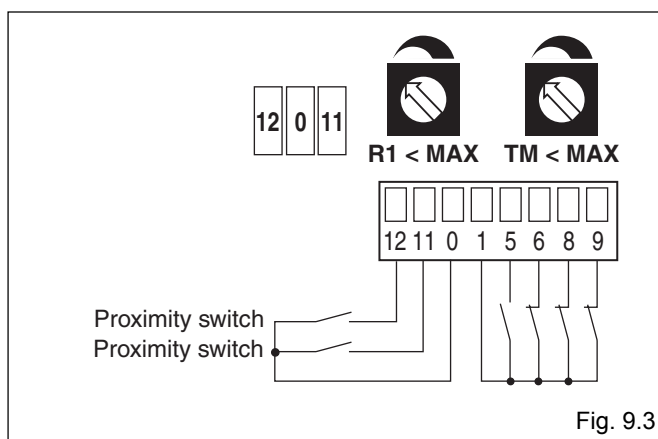

Fig. 9.3
- (Fig. 9.3) **Het paneel stopt op de mechanische aanslagen en keert om op de obstakels.** De manoeuvre tijd 2-3 s groter instellen dan de werkelijke tijd die het paneel (TM<MAX) in beslag neemt en de nabijheidsbegrenzers 2-3 s vóór de mechanische aanslag positioneren. Met deze verbindingen stopt het paneel op de mechanische openings- en sluitingsaanslag. Tijdens de openingsmanoeuvre, in geval van obstakelopsparing, vóór de ingreep van de nabijheidsbegrenzer, stopt het paneel met manoeuvre van in zijn vrij zetten; na de ingreep van de nabijheidsbegrenzer stopt het paneel op de mechanische openingsaanslag. Tijdens de sluitingsmanoeuvre, in geval van obstakelopsparing vóór de ingreep van de nabijheidsbegrenzer, heropent het paneel; na de ingreep van de nabijheidsbegrenzer stopt het paneel op de mechanische sluitingsaanslag.